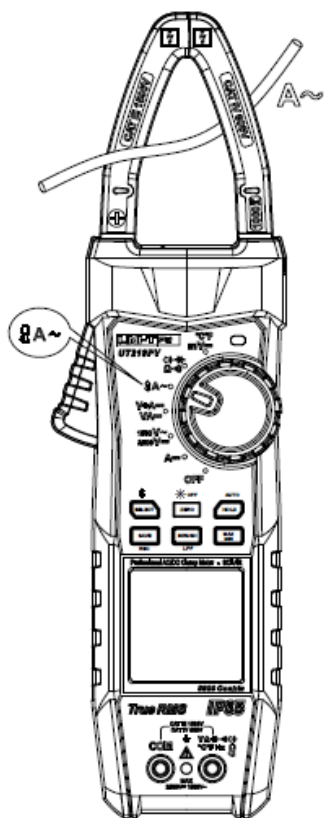

Figura 8
4. Misura della corrente CA ("Pinze" e sensore di corrente flessibile) (Figura 8 e Figura 9)